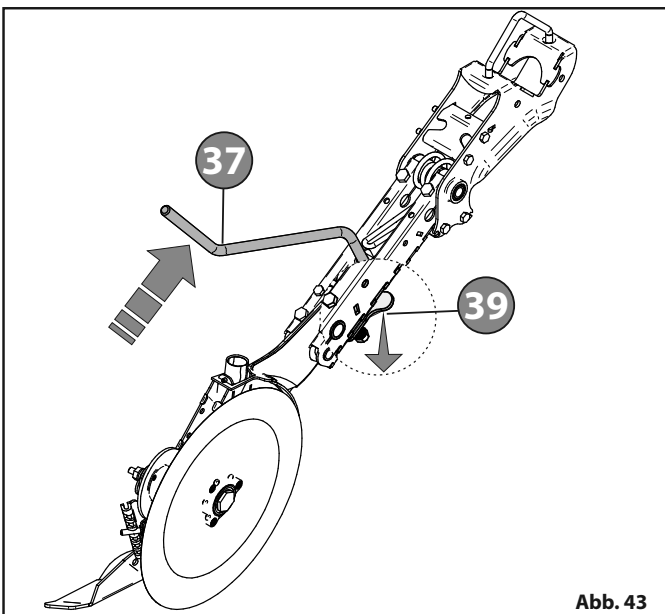

Abb. 43
- Schieben Sie den Haken **39** nach unten und gleichzeitig den Hebel **37** nach oben, um den Einstellring **38** vom Haken **39** zu lösen "Abb. 43".